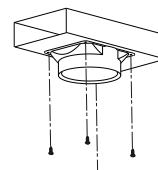
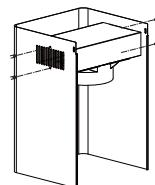

Bild. 8
Bild. 6
- Fäst med hylsadaptern på spridarpallan (Bild 8).
- Anslut den förlängbara hylsan (medföljer ej) till spridarpallan (Bild 8).
- Fäst spridarpallan (Bild. 8) in i den övre kanalen via ventilationsintagen (Bild 6).